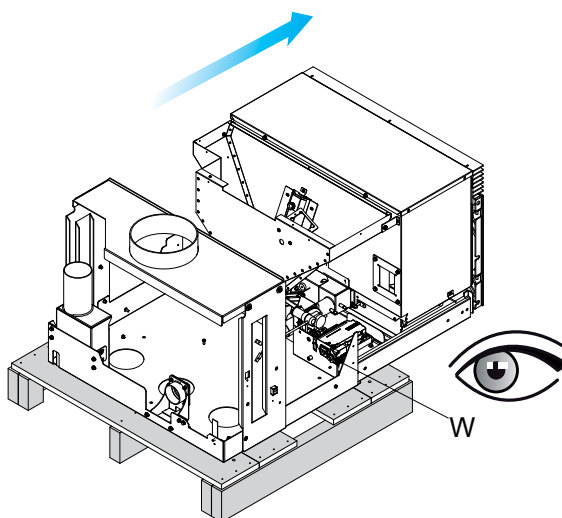

fig. 6.1.4
Questa operazione attiva il microinterruttore di sicurezza (W), disattivando l'alimentazione. (fig. 6.1.4) il cavo di alimentazione non deve essere collegato alla rete elettrica.